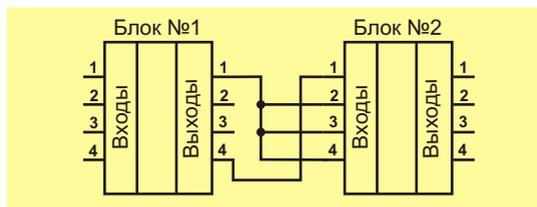

Рис. 6
7.3.11 **Программирование** (соединение выходов и входов функциональных блоков) производится с помощью пиктограммы **Соединить** (см. пункт 7.3.6; Рис. 11). Так как условно входа функциональных блоков находятся слева, а выхода справа (Рис. 6), а программа пишется слева направо (то есть выхода блоков подключаются (соединяются) к входам), то при выборе двух блоков, которые необходимо соединить связью (связями), сначала в схеме выбирается блок-источник данного сигнала, затем нажимается пиктограмма **Соединить**, а потом выбирается блок-приемник сигнала (связи).